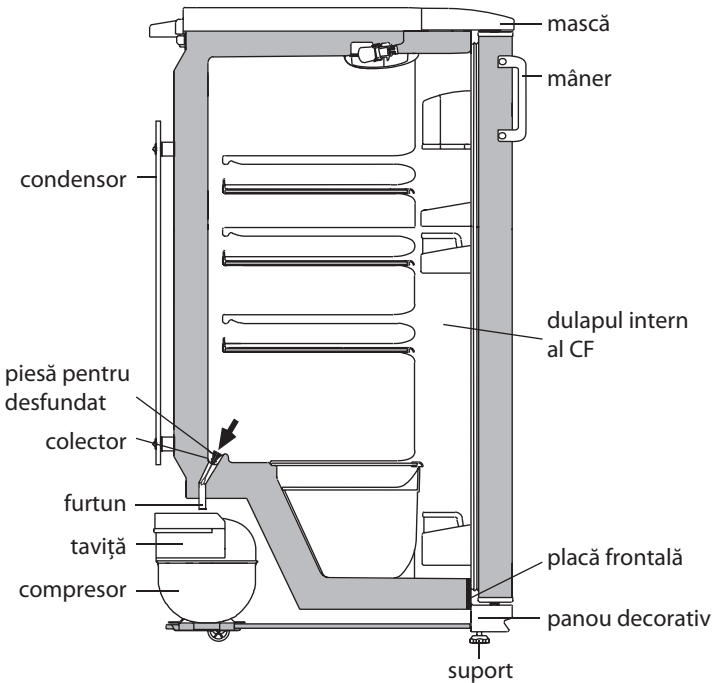

Figura 4 — Schema scurgerii apei rezultate în urma topirii din CF
**2.2.1** În CF se folosește un sistem automat de dezghețare. Bruma, care apare pe pereții din spate al CF, după deconectarea compresorului care lucrează în ciclu, se topește și se transformă în picături de apă. Picăturile de apă rezultată în urma topirii se scurg în colector, apoi prin gaura acestuia și prin furtun - în tavița de pe compresor, în conformitate cu figura 4 și se evaporă.
Prezența apei în colector indică înfundarea sistemului de drenaj. eliminarea înfundării folosiți piesa corespunzătoare și curățați gaura colectorului, astfel ca apa să se scurgă liber în taviță, apoi spălați piesa și instalați-o în conformitate cu figura 4.
**SE INTERZICE** să utilizați frigiderul cu sistemul de scurgere înfundat. Apa care a apărut pe fundul CF sau care a ajuns în locul de alăturare a plăcii frontale și a dulapului interior al CF, în conformitate cu figura 4, poate provoca coroziunea dulapului exterior al frigiderului și elementelor agregatului frigorific, defectarea izolației termice, formarea crăpăturilor dulapului interior și defectăiunea frigiderului.